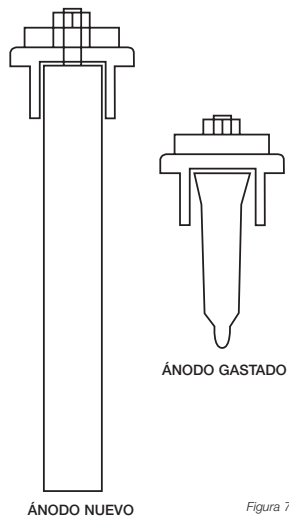

Figura 7.
- 5- El ánodo de magnesio del depósito de agua debe comprobarse cada dos años y sustituirse cuando caduque. Consulte en la figura 7 cómo sustituir el vástago del ánodo. Asegúrese de abrir de vez en cuando la válvula de escape del depósito de agua para limpiar la acumulación de sedimentos a través del filtro.